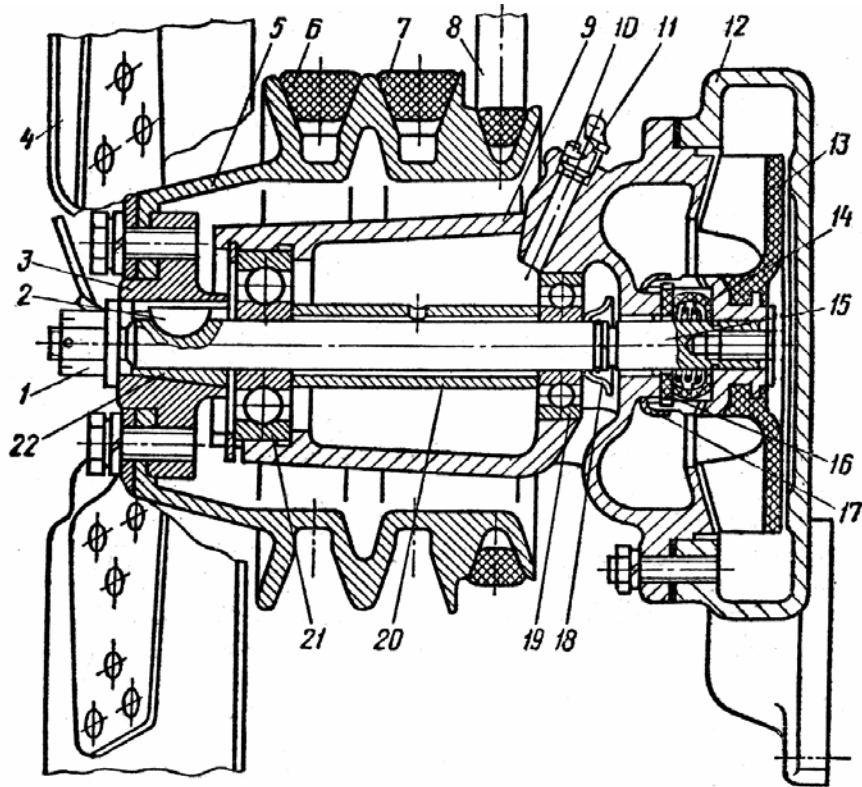

Рис. 2.13. Водяной насос и вентилятор двигателя ЗИЛ-130:
2. По плакату или рис. 2.13 изучите водяной насос и вентилятор двигателя ЗИЛ-130.